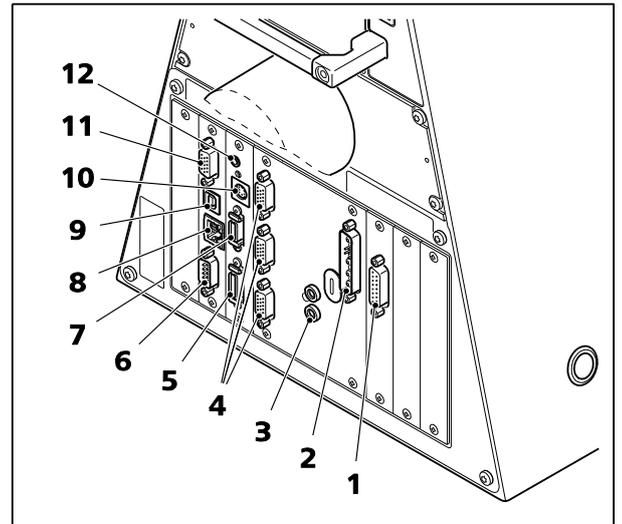

Fig. 45 Axio Observer 7, 7 materials (arrière)
Légende pour Fig. 45 :
- Insérer la fiche de connexion du bloc d'alimentation VP232-2 dans la prise correspondante (Fig. 45/2) à l'arrière du statif.